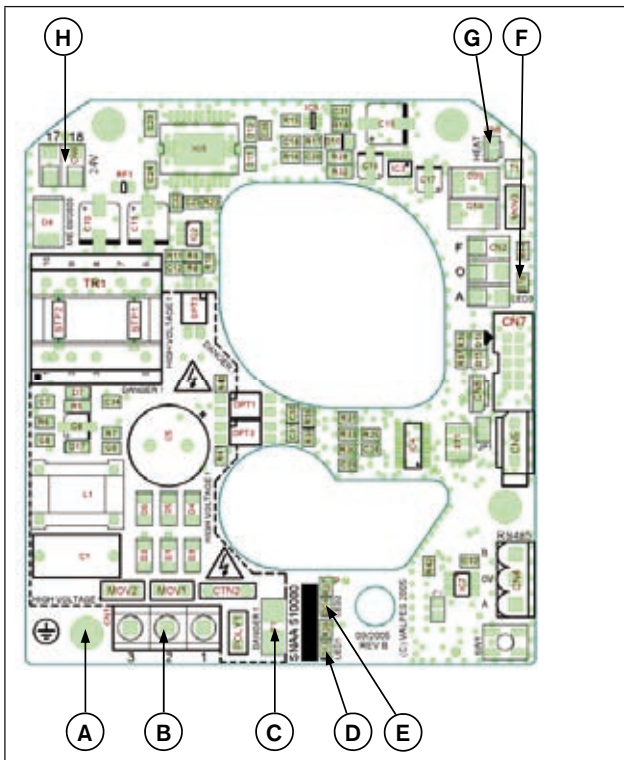
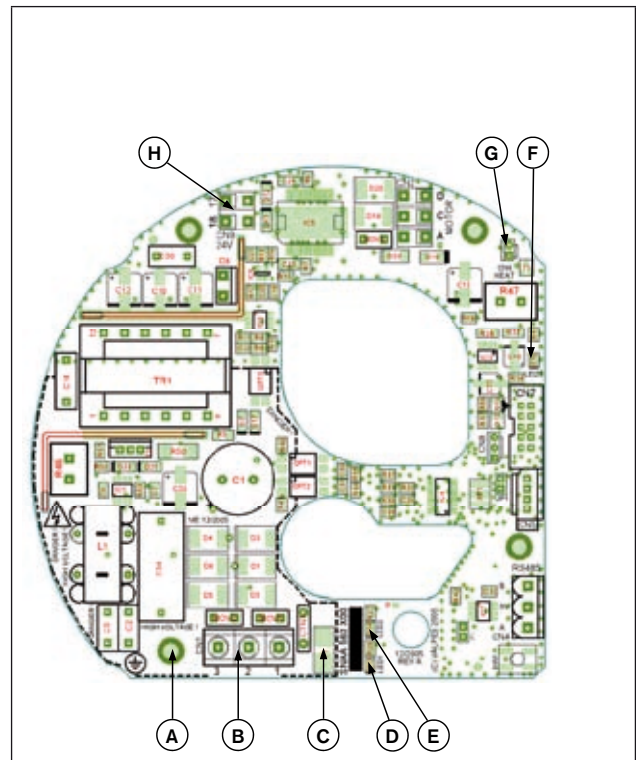
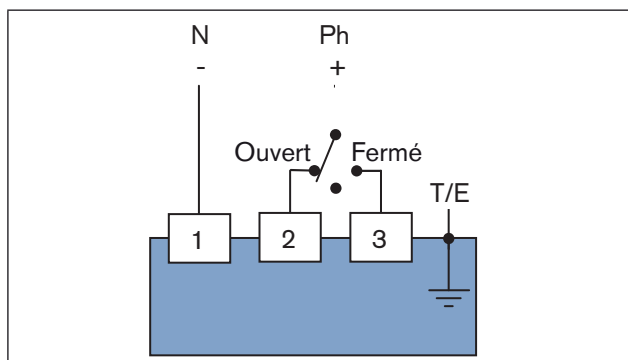

Figure 20 : Carte d'alimentation en courant pour entraînements avec 25-1 000 Nm (sauf 300 Nm)
Figure 21 : Carte d'alimentation en courant pour entraînements avec 300 Nm
Figure 22 : Mode trois points
- Pour ce faire, desserrez la vis de terre et fixez l'oeillet du câble de mise à la terre sur cette vis (voir Figure 20 : et Figure 21 :)
- Raccordez le câble selon le type de commande souhaité (voir Fig. 22/23) à la borne plate pos. B de la carte d'alimentation en tension (voir Fig. 20/21).